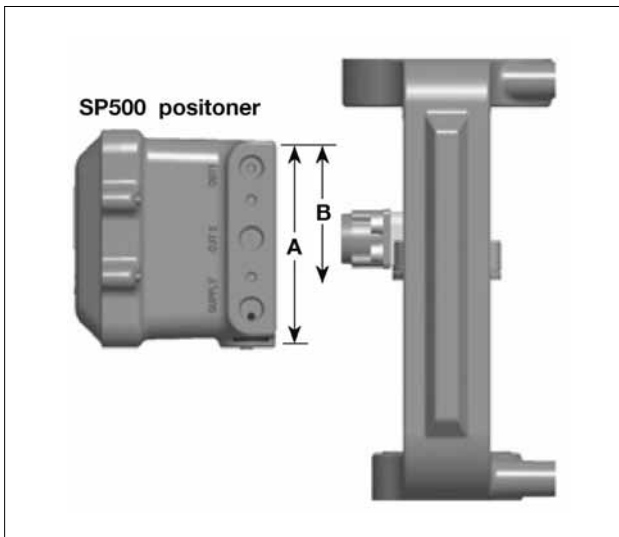

Bild 28
7. Stellungsregler durch vertikales Verschieben grob in die Mitte des Ventilhubes einstellen, siehe Bild 28. Dieses mittige Befestigen des Stellungsreglers ist jedoch für dessen Funktion nicht zwingend notwendig.
Unbedingt notwendig ist, dass der Hub „B“ des Magnetbügels sich im Bereich des Arbeitsbereiches des Stellungsreglers, Hub „A“ befindet. Dieser Arbeitsbereich wird vertikal vom Gehäuse des Stellungsreglers begrenzt, siehe Bild 28.